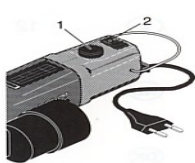

Fig. 2
1. Porniți aparatul de la întrerupătorul 2 (Fig. 2) și selectați viteză de rotație necesară activității dvs. de la butonul 1.